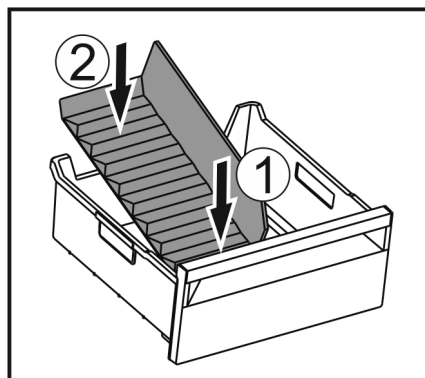

Fig. 146
- ▶ Włożyć przednią część separatora do szuflady na lód. Fig. 146 (1)
- ▶ Tylną część separatora do szuflady na lód opuścić na dno szuflady. Fig. 146 (2)